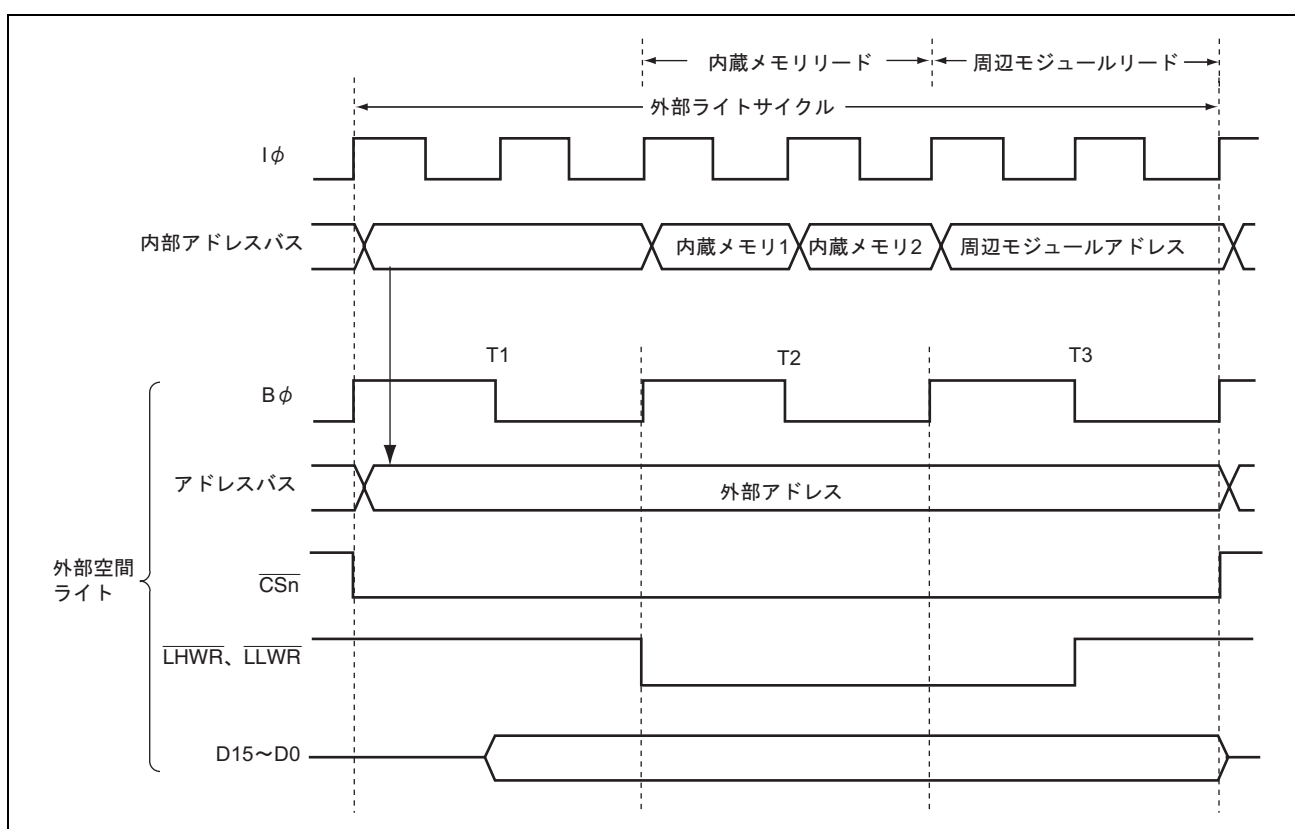

図 9.104 外部ライトデータバッファ機能使用時のタイミング例
- *4 DRAM 空間アクセス/DRAM 空間以外のアクセス、RAS アップモード/RAS ダウンモードにより状態が異なります。図 9.104、図 9.106 を参照してください。
図 9.104 にライトデータバッファ機能を使用したときのタイミング例を示します。この機能を使用したとき、外部ライトまたは DMAC シングルアドレス転送が 2 ステート以上続き、次に内部アクセスがある場合は最初の 2 ステートは外部ライトのみが実行されますが、次のステートから外部ライトの終了を待たずに内部アクセス（内蔵メモリ、内部 I/O レジスタのリード/ライト）が並行して実行されます。